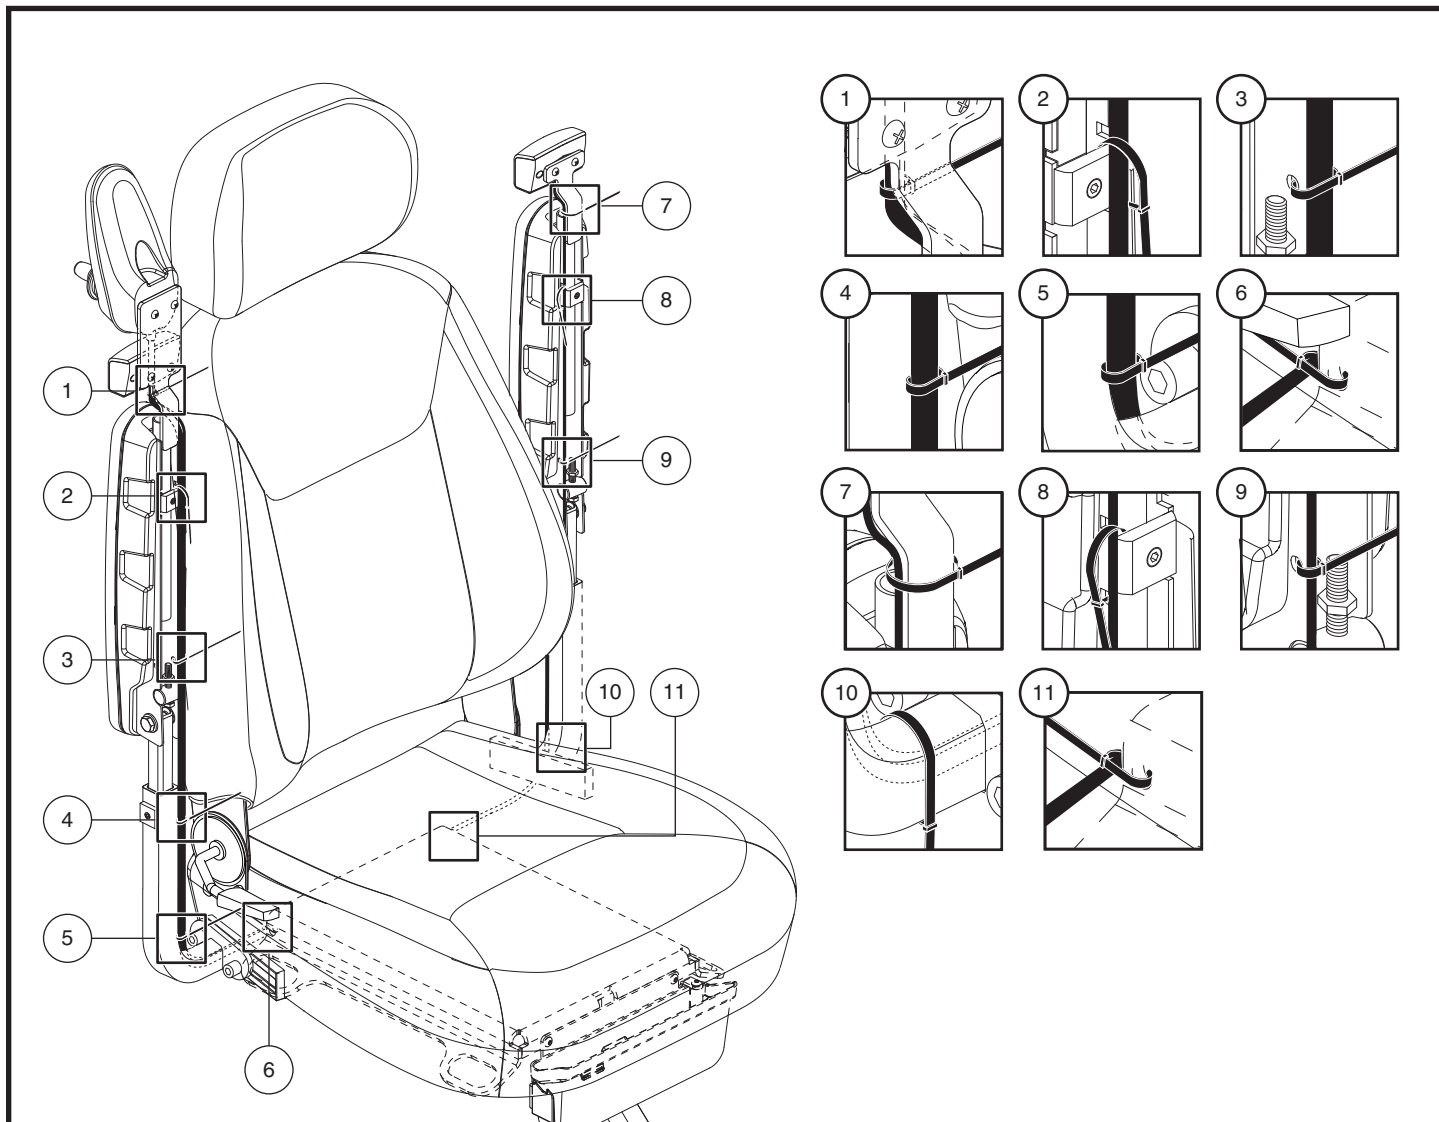

图11. 控制器线路安装
17. 用我们提供的电线扎带把线路安全固定在扶手上。见图11。
19. 使用我们提供的电线扎带把线路沿着扶手接收口到坐板一路固定好。见图11。
警告! 确保所有线路安装都符合图11安装图示。不正确电路安装可能对灯光开关, 控制器或其他电气组件造成损坏。
2. 在位置1到10, 按照图11所示的安装位置用电线扎带固定好电线。